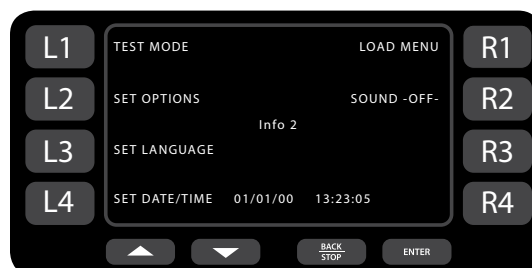
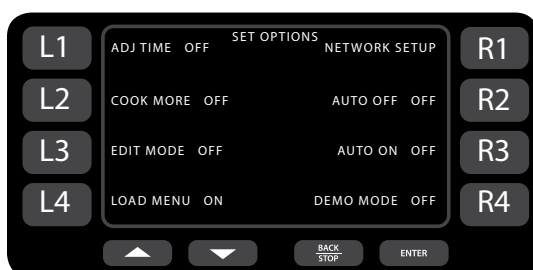

Bild 13: Info-Modus Bildschirm 2
Bild 14: Optionen-Bildschirm
In Bildschirm 2 des Info-Modus (Bild 13):
In Bildschirm 2 des Info-Modus (Bild 13) die Softtaste L3 drücken, um durch die verfügbaren Sprachen zu scrollen. Bei jedem Drücken von L3 wird eine andere Sprache gewählt in folgender Reihenfolge: Englisch (Standard), Spanisch, Französisch, Deutsch, Portugiesisch, Italienisch, Russisch, Griechisch, Polnisch.
In Bildschirm 2 des Info-Modus (Bild 13, Seite 11) die Softtaste L2 drücken zum Zugang in den Optionen-Bildschirm (Bild 14). Wenn erfolgt, das Passwort 9 4 2 8 eingeben und Enter drücken.
In Bildschirm 2 des Info-Modus (Bild 13, Seite 11) die Softtaste L4 drücken für Zugang zur Datum-/Uhrzeiteinstellung (Bild 15). In diesem Bildschirm können die Echtzeit, "auto on"-Zeit (automatisch ein) und die "auto off"-Zeit (automatisch aus) eingestellt werden.
Eine genaue Echtzeit ist ausschlaggebend bei der Anwendung von "auto-on" und "auto-off." Wenn diese Funktionen im Optionen-Bildschirm aktiviert sind (Bild 14), schaltet der Ofen automatisch zu den spezifizierten Zeiten ein und/oder aus.
**WICHTIG:** Damit auto-ein und auto-aus aktiv sind, müssen diese Funktionen im Optionen-Bildschirm aktiviert werden (Bild 14).
1. In Bildschirm 2 des Info-Modus gehen (Bild 13, Seite 11).
1. Den Modus im Optionen-Bildschirm aktivieren (Bild 14, Seite 12).